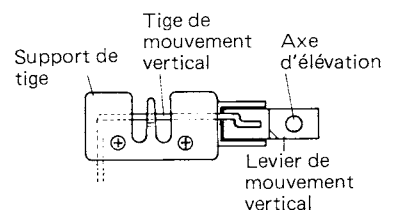

Fig. 5-2.
3. Déposer le support de la tige de mouvement vertical du bras et la tige en dévissant les deux vis de fixation (Fig. 5-2).